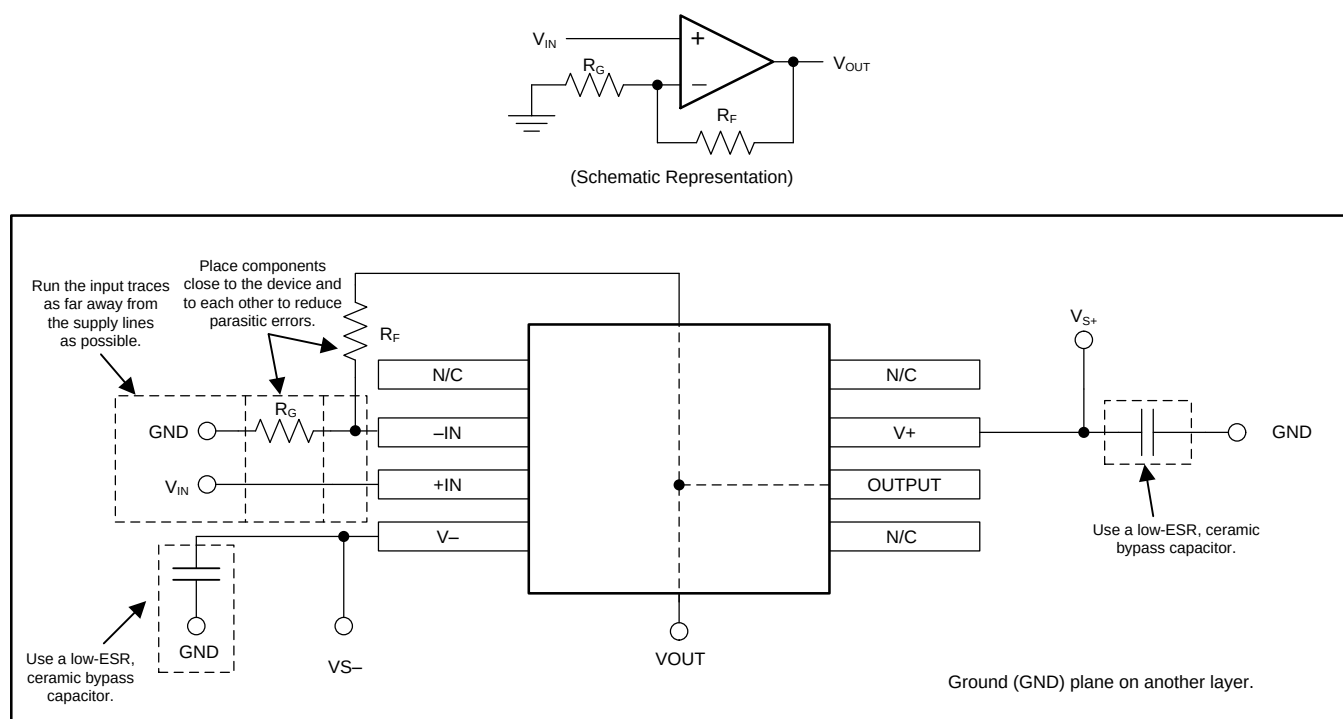

图 32. 同相配置的运算放大器电路板布局
- 外部组件的位置应尽量靠近器件。请让  $R_F$  和  $R_G$  接近反相输入，以便最大限度减小寄生电容（如图 32 中所示）。